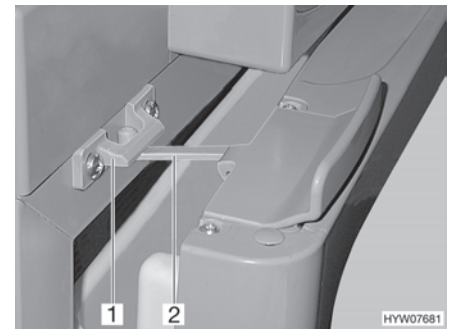

Fig. 139 Porte du réfrigérateur en position de ventilation (Thetford)
- Ouvrir le verrouillage (Fig. 139,2) et l'enclencher dans le logement de verrouillage (Fig. 139,1). La porte du réfrigérateur reste ainsi légèrement ouverte.